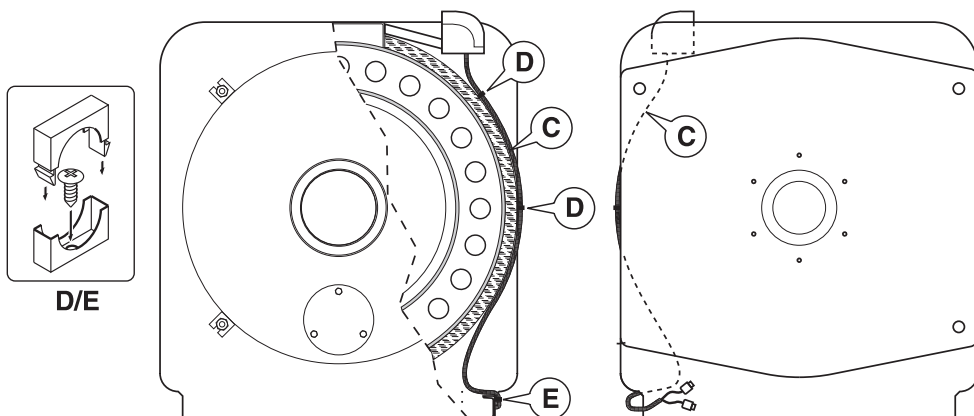

Fig. 11-4
- Pass the burner connection plug through the slot on the lower side of boiler front plate and insert the thermometer and thermostats bulbs in the slot K and in the wells P (see fig. 11-4).
- Using the screws supplied, fit the bases of the supports D and E to support cable C approx. in the positions indicated in fig. 11-4 in according to the indicated values (see fig. 11-5), slide the cable and secure it with the upper support.
- Используя винты (в комплекте), закрепите нижние полукольца D и E для провода C приблизительно в местах, указанных на рис. 11-4, соблюдая при этом размеры, приведенные на рис. 11-5, проложите через них провод и зафиксируйте его верхним полукольцом.